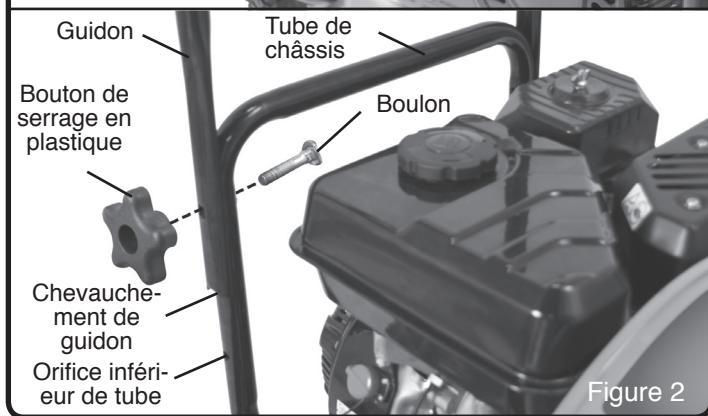

Figure 2
REMARQUE : Le guidon peut être fixé en deux positions différentes – une position haute et une position basse. (Voir Figure 2)
1. Alignez les chevauchements de guidon aux orifices du châssis inférieur. Utilisez les orifices inférieurs pour fixer le guidon en position basse. Utilisez les orifices centraux pour fixer le guidon en position haute (Voir Figure 2)
2. Fixez le guidon sur la tubulure du châssis, à l'aide des (2) boulons et des (2) boutons de serrage en plastique. Resserrez fermement à la main les boutons de serrage. (Voir Figure 2)